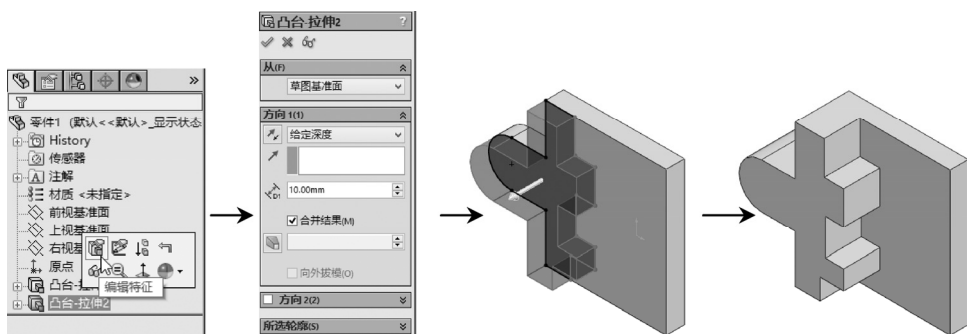

图 3-153 重定义特征
- **重定义特征属性:** 右键单击要进行重定义的特征,在弹出的快捷工具栏中选择“编辑特征”按钮,将打开此特征的属性管理器,通过此属性管理器可对特征的各个参数进行重新设置,如图 3-153 所示。